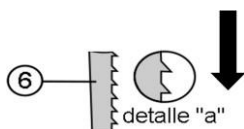
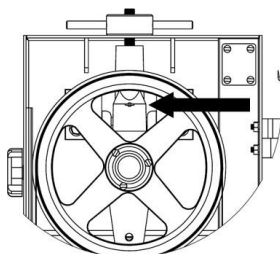
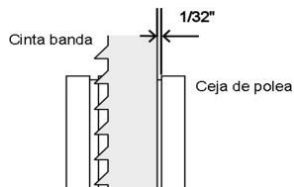

FIG. 1
FIG. 2
FIG. 3
2.- Instalación de la cinta sierra (6):
a) El primer paso es tomar la cinta sierra en la posición que va a ser colocada, la referencia son los dientes, **la dirección de los mismos deberá de ser hacia abajo, que es la dirección del corte como se muestra en el detalle "a" de la fig. 1.**
b) Ahora coloque la cinta sierra en las poleas (2 & 25), primero en la superior, luego en la inferior, colóquela ahora en las guías (15 & 16) y entre los limpiadores (20).
c) Gire la manivela del tensión (18), a favor de las manecillas del reloj, hasta que en la mirilla (1) del ensamble de la campana (31) se observe la línea roja que indica la tensión adecuada de la cinta sierra (fig 2).
d) Gire la polea superior (2) a favor de las manecillas del reloj, 2 ó 3 revoluciones con su mano "**haga esto con mucho cuidado**", para verificar que todo esta correcto.
e) Asegúrese que la cinta sierra esté bien alineada (separación de 1/32" entre ceja de polea y cinta sierra) fig.3
3.- Asegúrese de que las poleas (2 & 25), y la cinta sierra (6), se muevan libres de cualquier objeto.